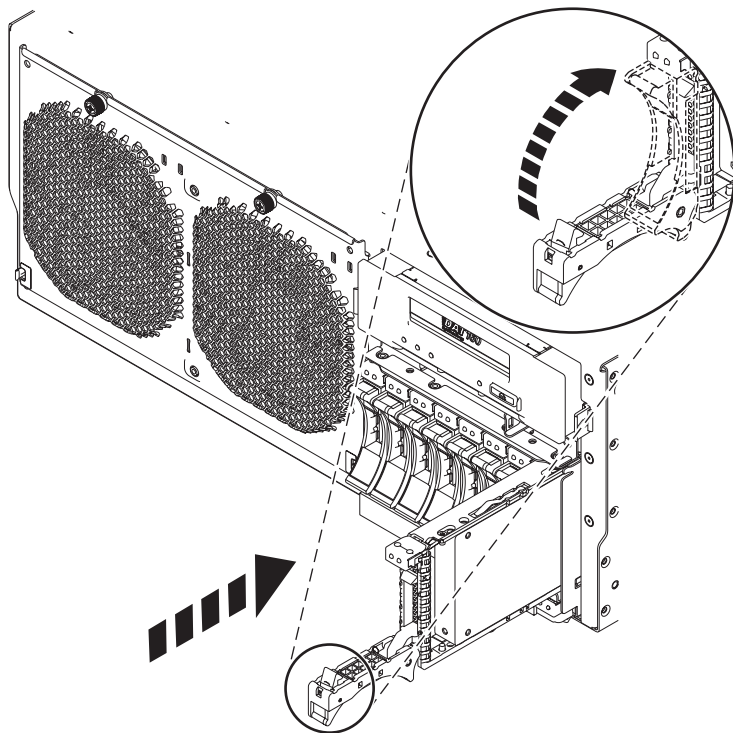

Figura 49. Substitució d'una unitat de disc al sistema
8. Quan el LED d'identificació es torni sòlid, inseriu del tot la unitat de disc o unitat d'estat sòlid en el sistema o unitat d'expansió i feu pressió a la nansa de la unitat (A) fins que quedi bloquejada, tal com es mostra a la Figura 49 a la pàgina 76.